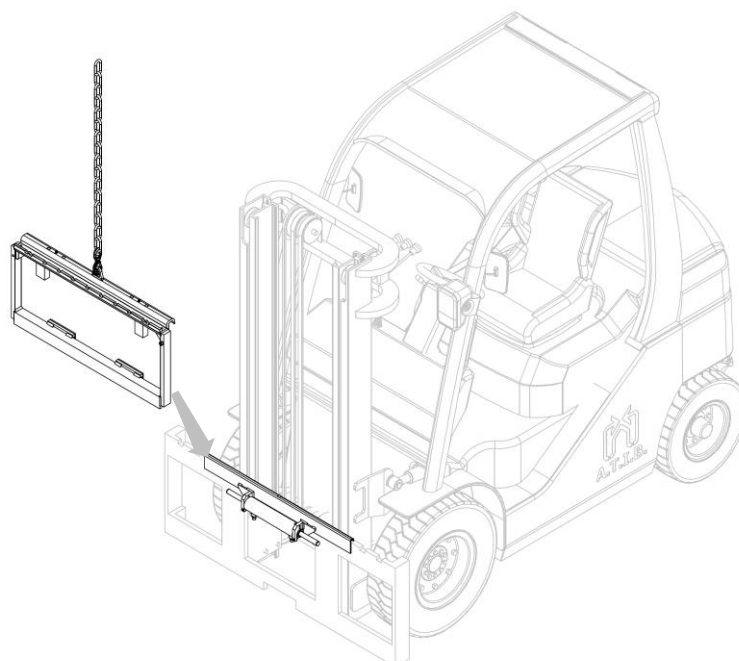

Abbildung 5
7. Dann haken Sie das Anbaugerät vom oberen Greifpunkt ein und positionieren Sie es mittels eines Laufkrans oder eines Hebezeugs mit ausreichender Tragkraft auf dem Gleitprofil. Bitte auf die richtige Positionierung des Anbaugeräts achten (siehe *Abbildung 5*).